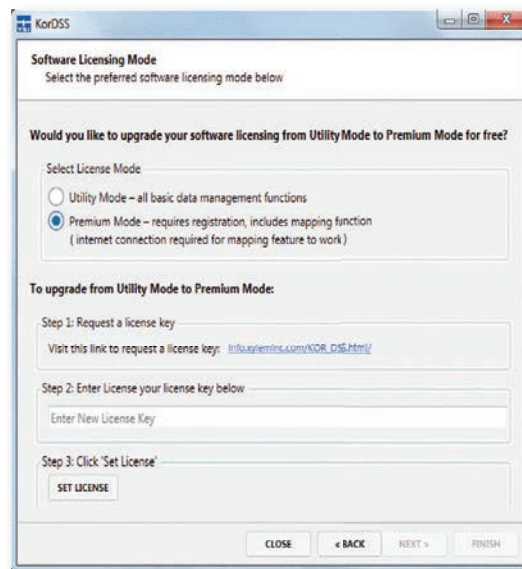

Figura 85 Pantalla de modo de licencia del software
2. En la pantalla de Modo de licencia del software, seleccione **Modo Premium** si desea ver las ubicaciones de muestreo en un mapa (se requiere conexión a Internet) (Figura 85). Para actualizar al modo Premium de forma gratuita, siga el enlace, registre su ProDSS, luego utilice el código que se le envía por correo electrónico para acceder al modo Premium. Puede acceder al modo Premium en cualquier momento yendo a la ficha Archivo en KorDSS.